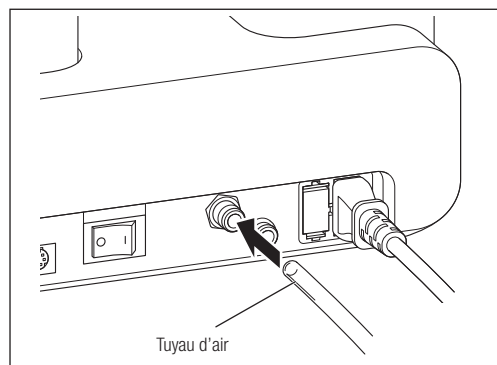

Fig. 2
- 1) Insérez profondément l'une des extrémités du tuyau d'air dans le raccord (Fig. 2).